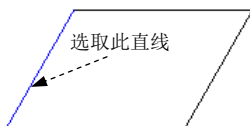

图 4.1.42 定义标注对象
Step3. 定义标注对象。在绘图区选取图 4.1.42 所示的直线为标注对象。